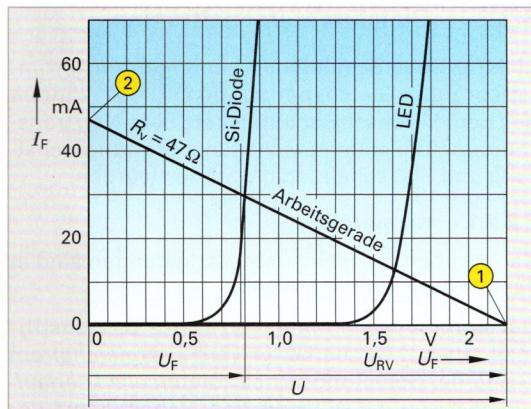

Bild 1: Kennlinien von Si-Diode und LED
Die Si-Diode mit der Kennlinie Bild 1 wird nach Bild 1 links, vorhergehende Seite, über $R_v = 47 \Omega$ an 2,2 V angeschlossen. Ermitteln Sie I_F , U_F und U_2 .
- Bei $I_F = 0 \text{ mA}$ ist $U_F = U = 2,2 \text{ V}$ (Bild 1, Punkt ①). Bei $U_F = 0 \text{ V}$ wäre $I_F = U/R_v = 2,2 \text{ V}/47 \Omega = 46,8 \text{ mA}$ (Punkt ②). Die Verbindung dieser Punkte ergibt die Widerstandsgerade.